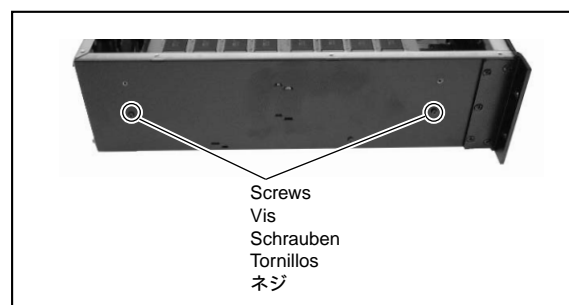

Figure 3
3. Remove the two fixing screws securing the DSP board to the side panel, as shown in Figure 3, and then remove the board.
Desserrez les deux vis avec lesquelles la carte DSP est attachée à la paroi latérale (voyez "Figure 3") et retirez la carte DSP.
Entfernen Sie die beiden Schrauben, mit denen die DSP-Platine an der Seitenwand gehalten wird (siehe "Figure 3") und entnehmen Sie die DSP-Platine.